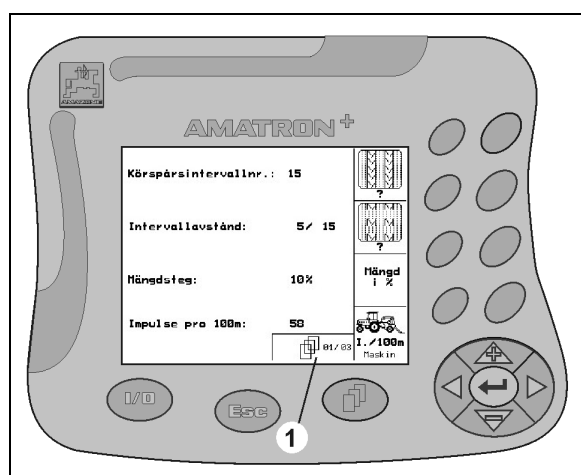

Fig. 10
• Bläddra i ytterligare menyer (bara möjligt om symbol (Fig. 10/1) visas i displayen) • Menyn Hjälp kan bara nås från huvudmenyn.